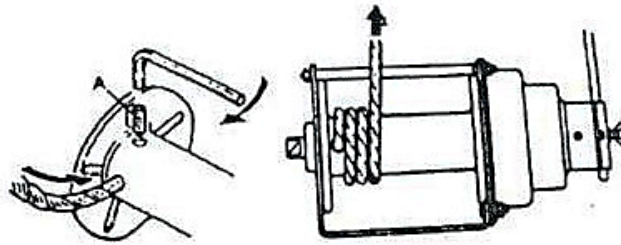

Рис. 2
**Монтаж троса для лебедки 0,5 т** (см. рисунок 2) - ослабьте фиксирующий болт или установочный винт и вставьте конец троса в барабан на 57 мм до конца троса. Плотно затяните болт до требуемого крутящего момента.